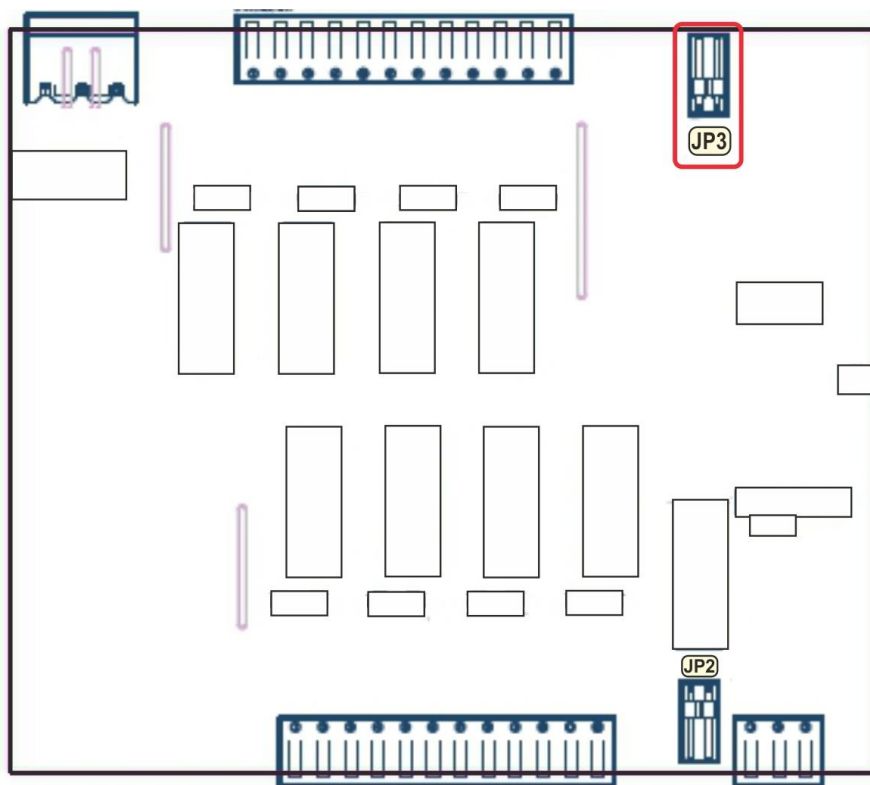

Рисунок 4.8 – Положение перемычки JP3 на плате модуля (корпус модуля снят)
4.3.6.1 Обесточить модуль, снять с шины и установить перемычку JP3 (положение – см. рис. 4.8), после чего установить модуль обратно на шину. Модуль перейдет в режим конфигурации сетевых настроек, о чем будет свидетельствовать мигание светодиода "PWR" на передней панели прибора.